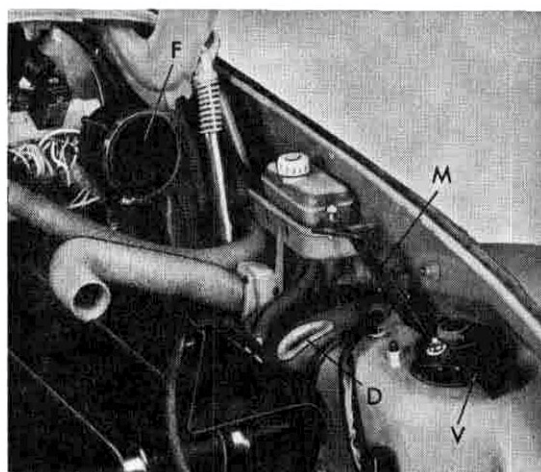

Bild 15
- 19 – Fußraumausströmer einsetzen (siehe Bild 15, Teil F).
- 20 – Vorderen Halter (Teil V im Bild 15) und den mittleren Halter (Teil M im Bild 15) verschrauben.
- 21 – Dichtung für Abgasrohr einsetzen und mit Öl bestreichen (gleitfähiger). (Teil D, siehe Bild 15).